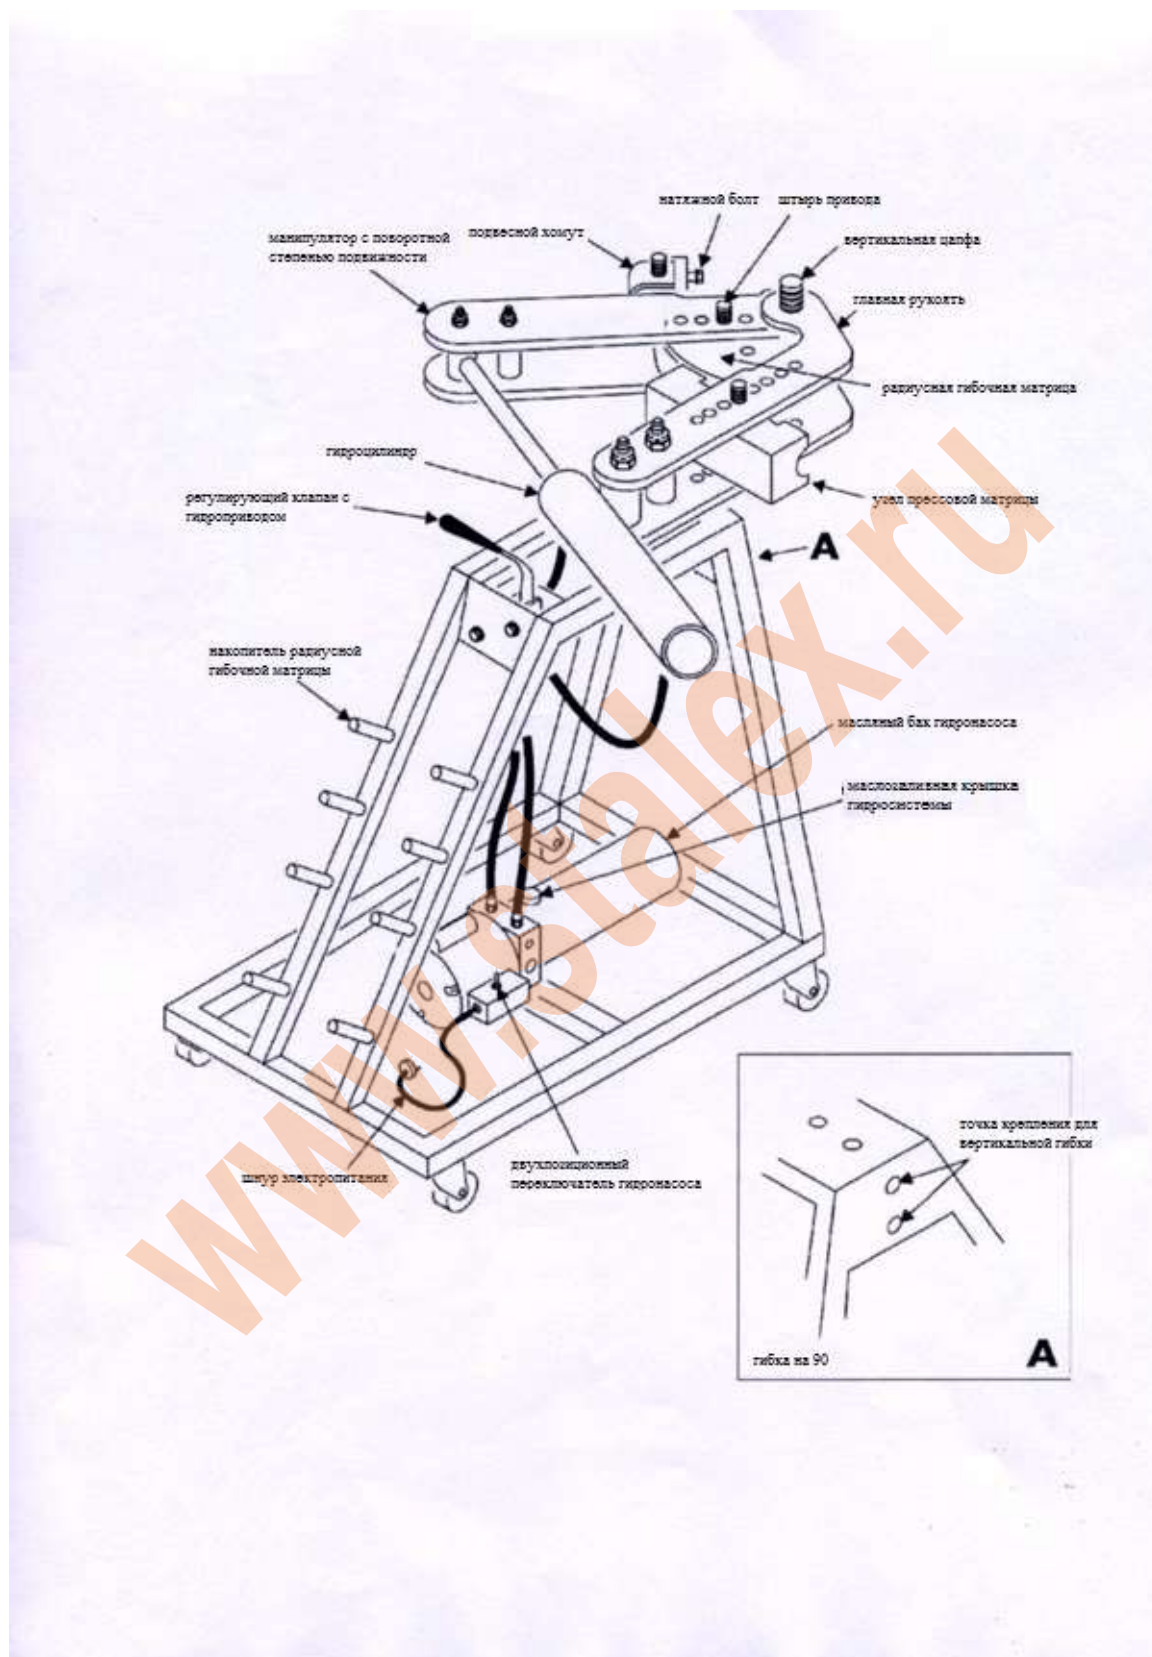

Рисунок 1. Общий вид гибочной машины
4. Используя регулирующий клапан (вниз для расширения и вверх для сжатия), запустите цилиндр гибочной машины несколько раз, добавляя оставшуюся 1/2 галлона гидравлического масла. Бак вмещает ровно 1 галлон гидравлического масла. См. рисунок 1.